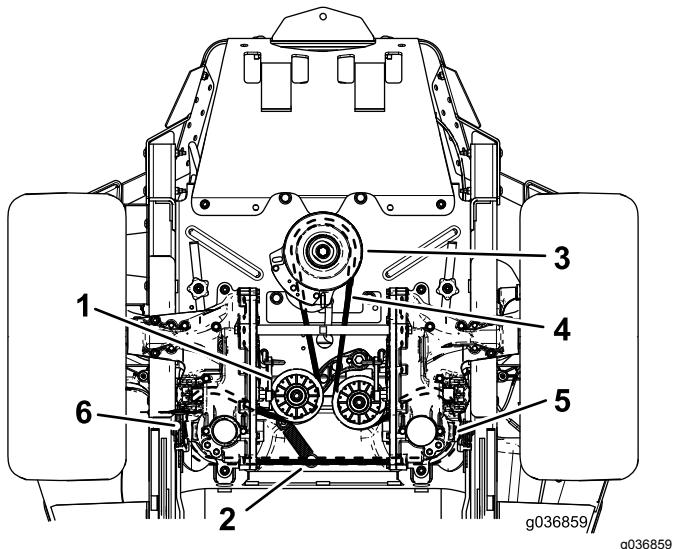

図 67
4. 機体をもち上げて、ジャッキスタンドで支える図 67。
6. ポストからアイドラスプリングを外す図 67。
8. エンジンプーリと2つの油圧ポンププーリに新しいベルトを掛け回す図 67。